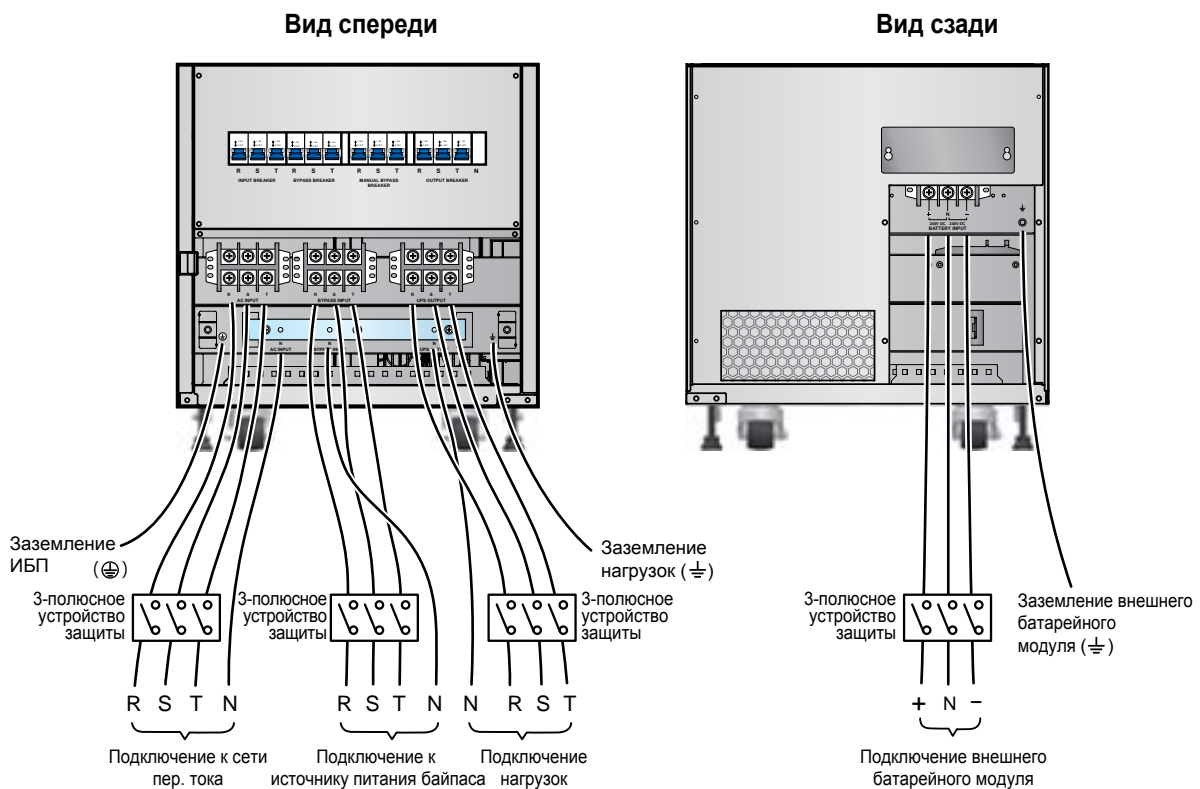

Рис. 6-12. Схема подключения одиночного ИБП 60 кВА в конфигурации с двумя входами
- 5) Подключите кабели электросети, выхода и внешнего батарейного модуля к блоку зажимов (см. **Рис. 6-12~6-14**).
1. На **Рис. 6-12~6-14** показано подключение к электросети типа TN. Между ИБП и электросетью переменного тока установлено трехполюсное устройство защиты. При подключении к электросети типа TT установите четырехполюсное устройство защиты.
- 5) Подключите кабели входов электросети и байпаса, а также кабели нагрузки и внешнего батарейного модуля к блоку зажимов (см. **Рис. 6-12~6-14/6-16**).